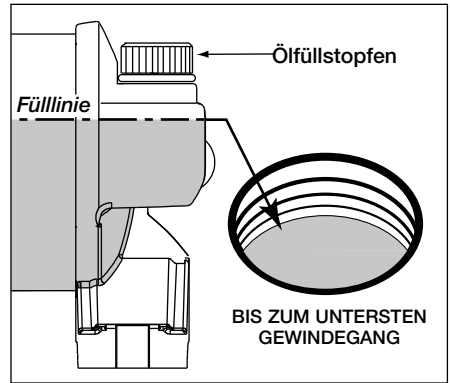

Abb. 16, Ölstand im Behälter
3. Überprüfen Sie den Ölstand. Siehe Abb. 16. Wenn der Ölstand niedrig ist, fügen Sie zusätzliches Öl bis zum untersten Gewindegang der Ölfüllstopfenöffnung hinzu.